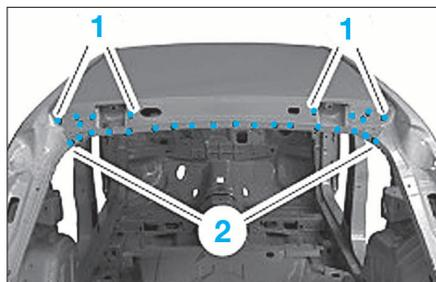

FIG. 126
- Dépointer (1) et (2) (Fig.126).